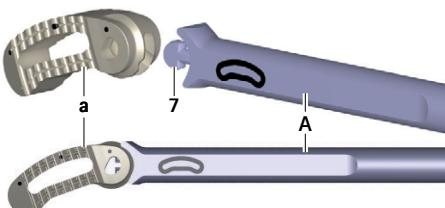

Fig. 7 Acoplamiento del implante al instrumento de inserción
- ▶ Coloque el implante **a** dentro del envase protector en el diédro **7** del instrumento de inserción **A**, ver Fig. 7. Para ello, tenga en cuenta la orientación del implante (guíese por la inscripción situada en el instrumento de inserción).
- Acople el instrumento de inserción **A** al implante **a** in situ, ver Fig. 7.